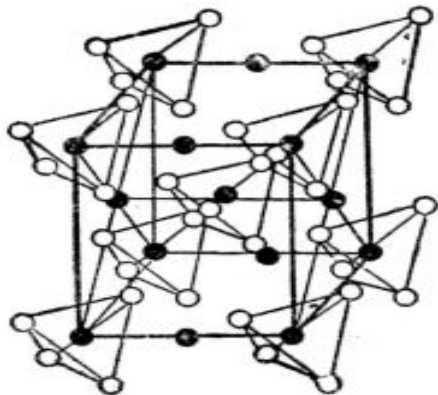

Рис.1 Схема
- 1) либо обычно очень сложной, составленной молекулами самого химического соединения; схематическая картина такой решетки представлена на рис.1; здесь атомы разных компонентов представлены белыми и черными кружками; такую решетку называют молекулярной;